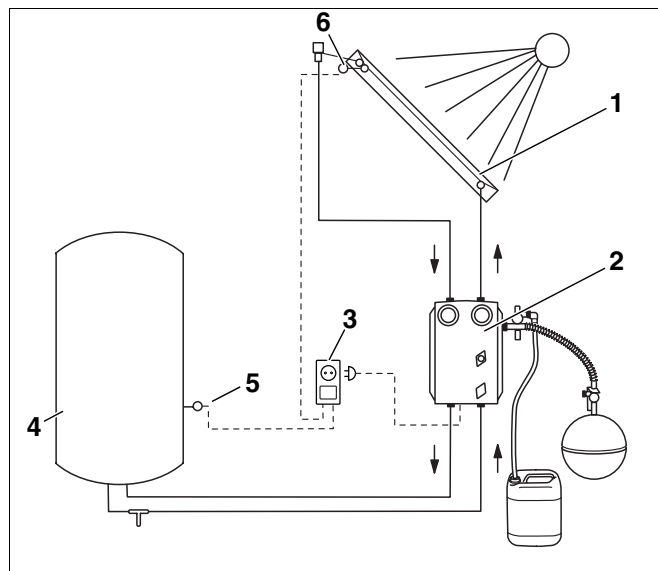
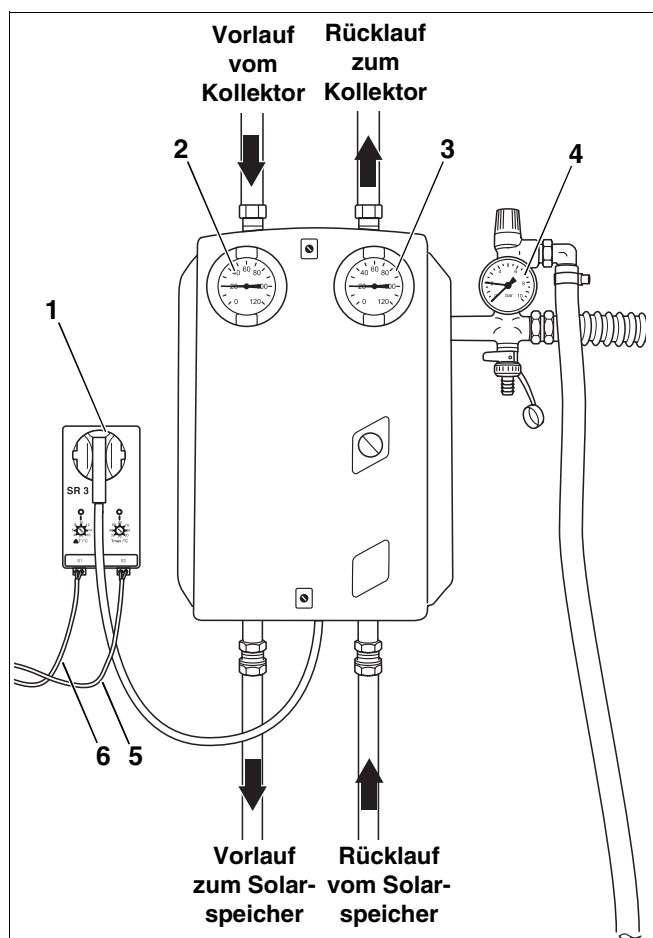

Abb. 1 Schema einer Solaranlage
Abb. 2 Komplettstation KS mit Steckdosenregler
- Kollektorfeld (Abb. 1, **Pos. 1**).
- Kompletstation (Abb. 1, **Pos. 2**).
- Steckdosenregler (Abb. 1, **Pos. 3**)
- Solarspeicher (Abb. 1, **Pos. 4**)
Wenn die eingestellte Temperaturdifferenz zwischen Kollektorfeld (Abb. 1, **Pos. 6**) und Solarspeicher (Abb. 1, **Pos. 5** – unten) überschritten wird, wird die Umwälzpumpe eingeschaltet.
Die Umwälzpumpe transportiert das Wärmeträgermedium im Kreislauf durch das Kollektorfeld (Abb. 1, **Pos. 1**) zum Verbraucher. In der Regel ist dies ein Solarspeicher (Abb. 1, **Pos. 4**). Im Solarspeicher befindet sich ein Wärmetauscher, der die solar gewonnene Wärme vom Wärmeträgermedium auf das Trink- oder Heizungswasser überträgt.
- Steckdosenregler (Abb. 2, **Pos. 1**)
- Temperaturfühler (Abb. 2, **Pos. 5 und 6**)
Der Kollektorfühler (Abb. 2, **Pos. 6** und Abb. 1, **Pos. 6**, Seite 5) ist am Kollektorfeld montiert.
Der Speicherfühler (Abb. 2, **Pos. 5** und Abb. 1, **Pos. 5**, Seite 5) ist am Solarspeicher (unterer Bereich) montiert.
- Thermometer (Abb. 2, **Pos. 2 und 3**)
- Manometer (Abb. 2, **Pos. 4**)